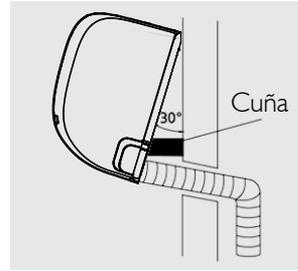

Figura 27
2. Use un soporte o una cuña para levantar la unidad con el propósito de que tenga suficiente espacio para conectar la tubería de refrigerante, el cable de señal y la manguera de drenaje. Ver Figura 27